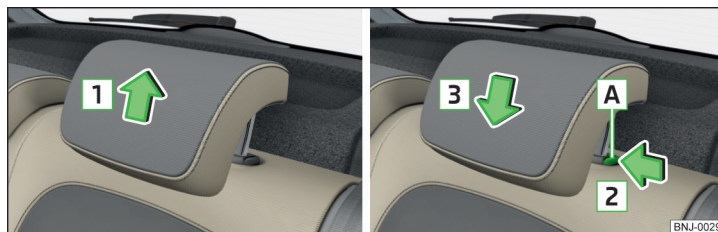

Fig. 61 Tetiere: deplasarea în sus/deplasarea în jos
➤ Împingeți tetierele în sensul săgeții **1** » fig. 61.
- Apăsați tasta de siguranță **A** și mențineți-o în direcția săgeții **2** » fig. 61.